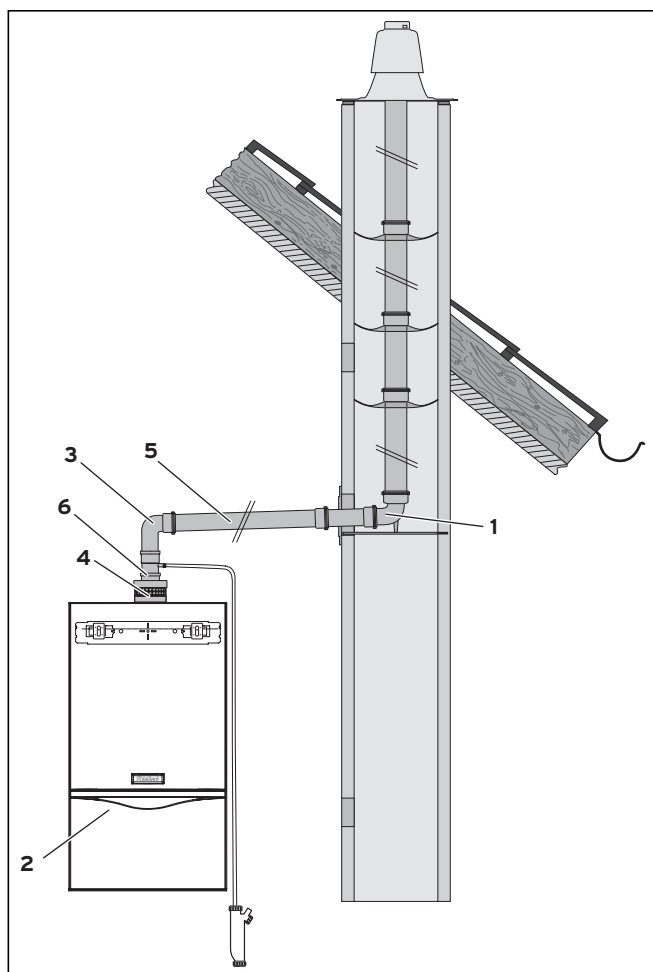

Рис. 6.13 Монтаж
- Монтируйте отвод с опорной консолью (1, см. рис. 6.13).
- Монтируйте подвеску аппарата и установите аппарат (2, см. рис. 6.13) (см. соответствующие руководства по монтажу).
- Монтируйте переходник присоединительного патрубка аппарата (4, см. рис. 6.13), а также отвод конденсата (6, см. рис. 6.13) на аппарате. По монтажу шланга для конденсата и сифона см. раздел 6.5.
- Вставьте отвод (3, см. рис. 6.13) в отвод конденсата (6, см. рис. 6.13).
- Монтируйте необходимые удлинители (5, см. рис. 6.13). Максимальные длины приведены в табл. 6.2.